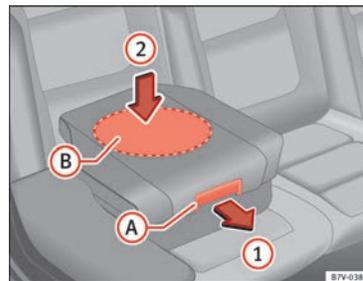

Fig. 33 Asiento integrado para niños: bajar el cojín.
- Tire del cojín hacia adelante por la palanca de desbloqueo ⇒ fig. 33 (A) en la dirección de la flecha ①.
- Empuje el cojín hacia atrás por la zona central (B) en la dirección de la flecha ② para que encastre de forma segura ⇒ ②. Los soportes laterales se abatan automáticamente.